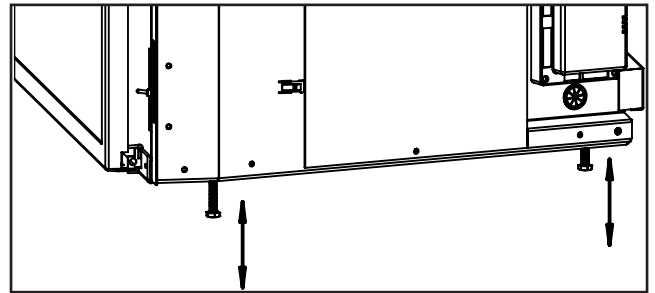

Figure 31: nivellement position des jambes
15. Réglez les pieds de nivellement pour vous assurer que l'unité est de niveau et suffisamment haute pour pouvoir installer une tablette et / ou une colonne montante. Il y a quatre pattes de mise à niveau au bas de l'unité (illustrées à la Figure 31).